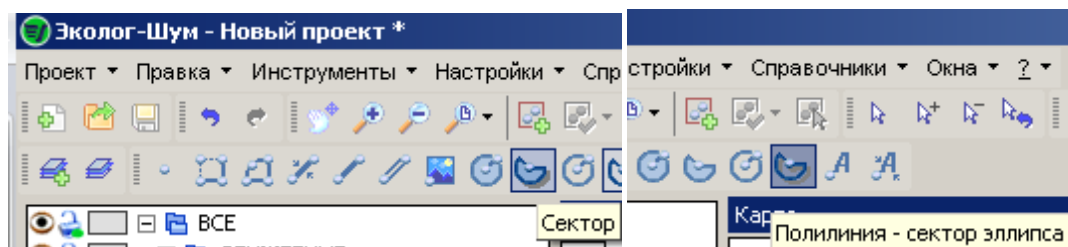
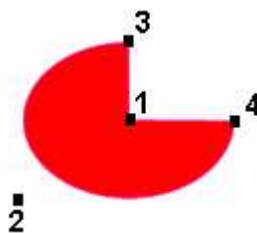

Рисунок 31. Занесение сектора и полилинии сектора эллипса
Рисунок 32. Ввод сектора эллипса на карту
эллипса  (Рисунок 31), наведите курсор мыши на карту. Переместите курсор в ту точку карты, где должен располагаться центр эллипса. Нажмите на левую кнопку мыши (1). Перемещая курсор мыши, добейтесь нужной формы и размера фигуры. Снова нажмите на левую кнопку мыши (2). Затем переместите курсор мыши в точку, где должен находиться конец дуги, нажмите на левую кнопку мыши (3). Аналогичным образом определите второй конец дуги (4) (см. Рисунок 32). При необходимости повторите эти действия для создания еще одного сектора.